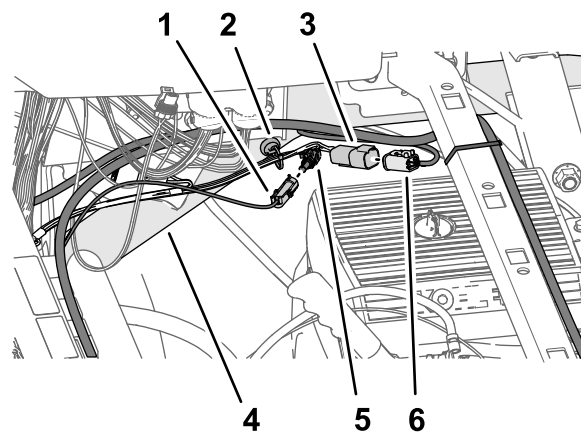

Рисунок 202
3. Подсоедините 1-штыревой разъем жгута проводов аккумуляторной батареи с маркировкой *****IMPORTANT*** ONLY CONNECT THIS WIRE TO SWITCHED 12V POWER SOURCE [***ВАЖНАЯ ИНФОРМАЦИЯ!*** Подсоединяйте этот провод только к коммутируемому источнику питания на 12 В] к 1-гнездовому разъему ответвления жгута проводов длиной 66 см из комплекта (Рисунок 202) с маркировкой SW'D PWR FOR GEN 2 TOPCON (КОММУТИРУЕМОЕ ПИТАНИЕ ДЛЯ ВЕРХ. СОЕД. 2 ГЕНЕРАТОРА).**
4. Подсоедините 4-штыревой разъем ответвления жгута проводов длиной 66 см из комплекта с маркировкой ASC 10 PWR & CAN FROM X30 (ПИТАНИЕ ASC 10 и CAN от X30) к 4-гнездовому разъему ответвления жгута проводов передачи данных с маркировкой CAN 2/ASC10 BUS [шина CAN 2/ASC10] (Рисунок 202).